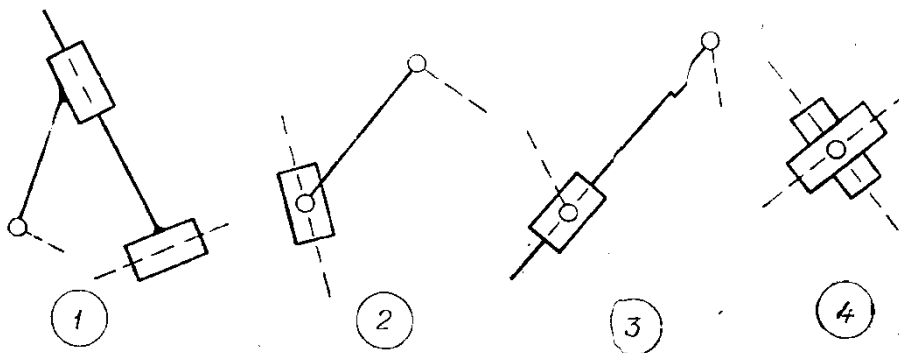

рис. 2.4
25. Какая из четырех групп звеньев (рис. 2.4) является диадой № 2?
26. Какая из четырех групп звеньев (рис. 2.4) является диадой № 3?
27. Какая из четырех групп звеньев (рис. 2.4) является диадой № 5?